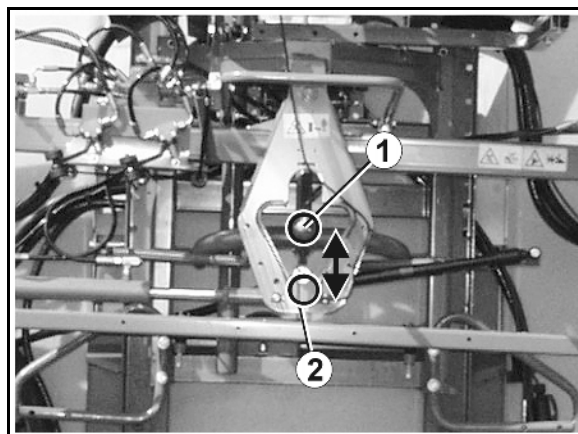

Fig. 60
Desbloquear la compensación de oscilaciones (Fig. 60/1):
- La compensación de oscilaciones está desbloqueada (Fig. 60/1), cuando en la pantalla del **AMATRON⁺** aparece el símbolo del candado abierto.
→ La compensación de oscilaciones (Fig. 60/1) desbloquea y el varillaje de rociado desplegado puede oscilar libremente respecto al portavarillaje. El dispositivo de protección de la compensación de oscilaciones ha sido quitada a los efectos de una mejor demostración.
Bloquear la compensación de oscilaciones (Fig. 60/2):
La compensación de oscilaciones (Fig. 60/2), está bloqueada cuando en la pantalla del **AMATRON⁺** aparezca el símbolo del candado cerrado.